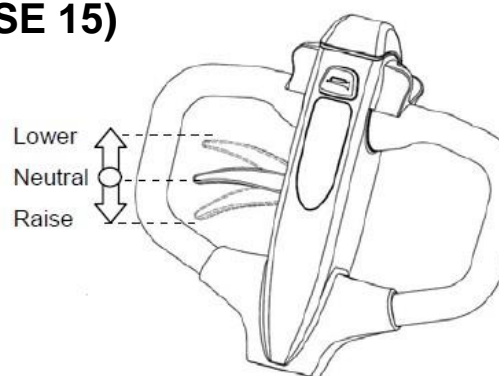

Fig. 8: Timão TSE 15
d) Coloque a alavanca de controle (fig.8) para a posição “levantar”, então levante a placa da alavanca e insira o parafuso de ajuste na entrada frontal da placa da alavanca. Nota: Mantenha a porca de ajuste abaixo da placa da alavanca.